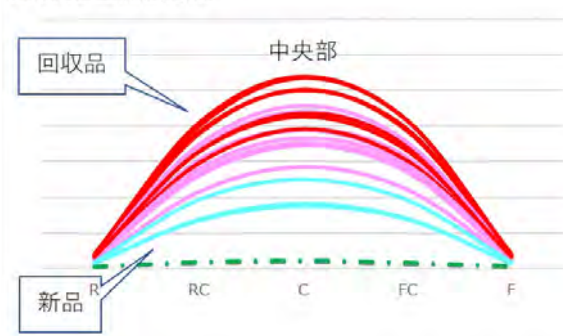

図2. 回収品の反り
- ・ 回収品を評価した結果、『芯金』は全て同一方向に反り(変形)が発生しているため(図2)、そのままでの再使用は不可であるが、直線または逆方向に反らせる事で再使用が可能になる。